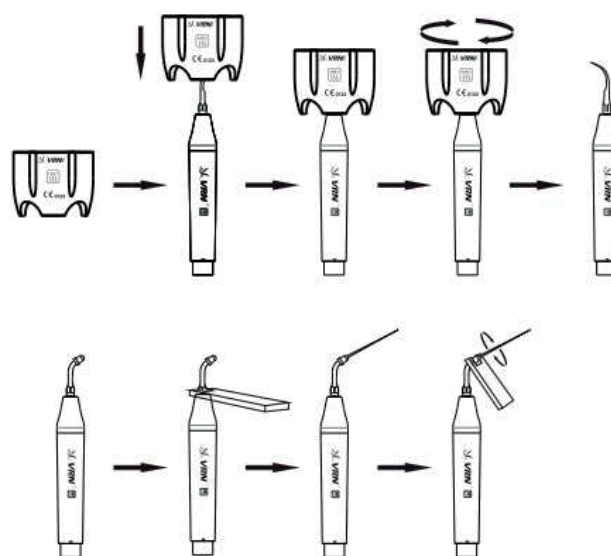

Рисунок 6. Схема установки и съема насадки
Этапы работы (см. рис. 6):
- 5) С помощью динамометрического ключа закрепите рабочую насадку на наконечнике (как показано на рис. 6), затем правильно подсоедините наконечник к его хвостовому разъему. Перед установкой наконечника убедитесь, что он, шнур и разъем сухие; в противном случае высушите перед установкой.
- 1) С помощью эндометрического ключа закрепите держатель файла на наконечнике (как показано на рис. 6).